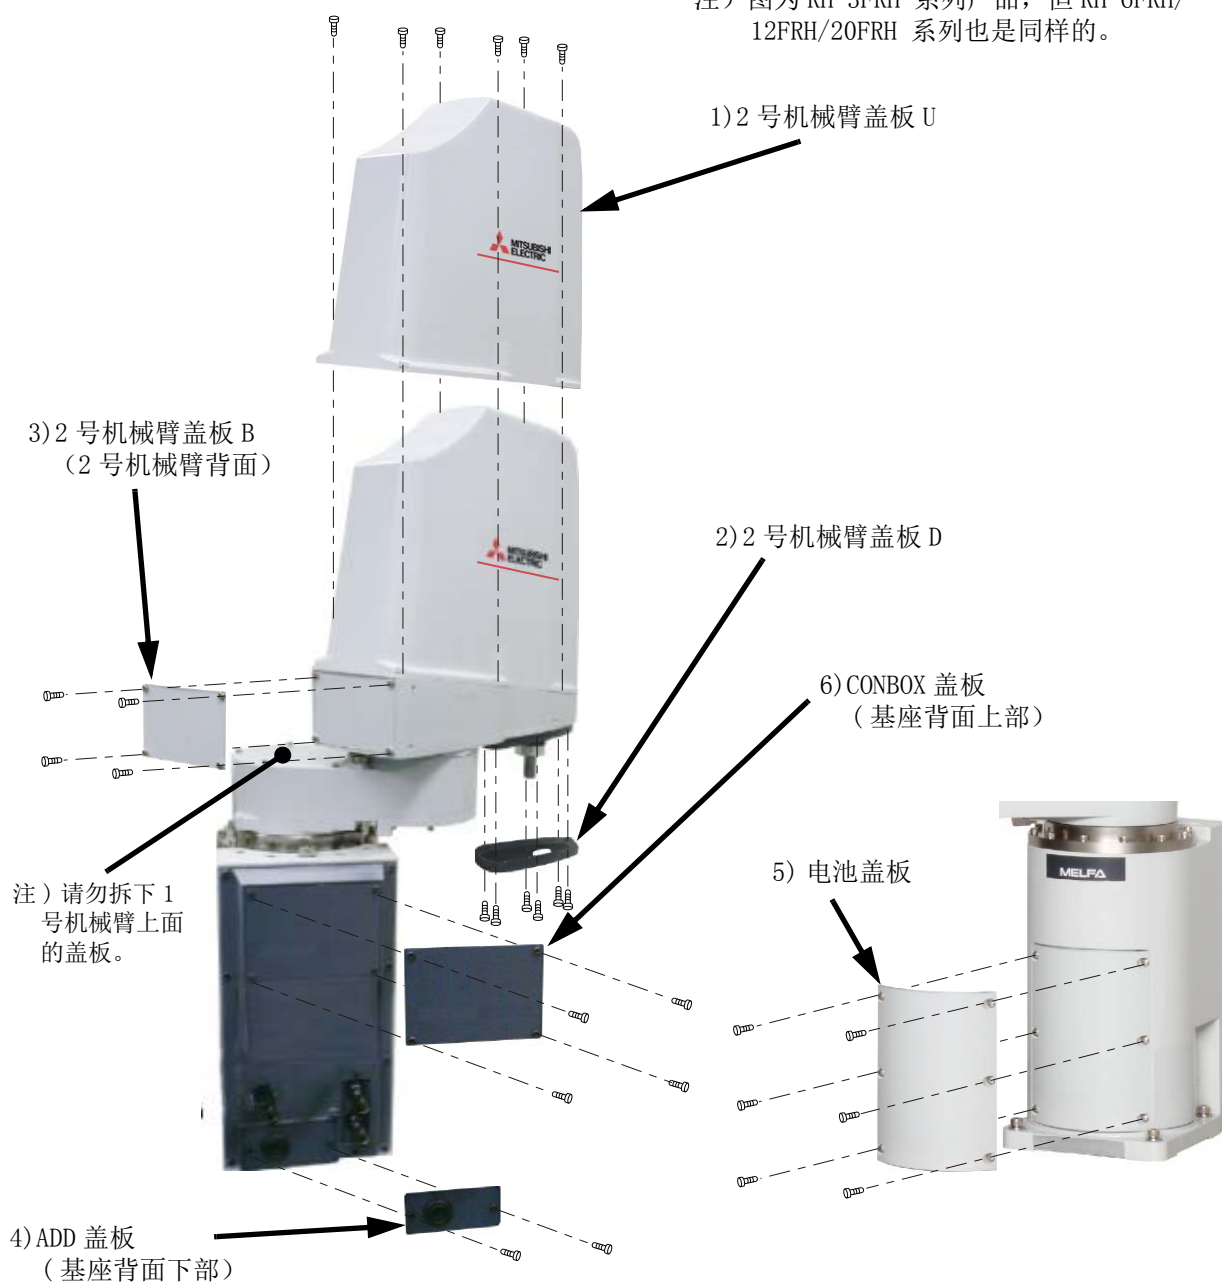

图 5-4: 盖板的拆装方法 (RH-3FRH/6FRH/12FRH/20FRH 系列)
- (1) 参阅图 5-4 卸下盖板。
- (2) 表 5-4 中所示为盖板的名称和安装螺丝的一览。表 5-4 的编号与图 5-4 对应。
- (3) 维护点检后安装盖板时，应按卸下时相反的顺序进行安装。应以表 5-4 所示的力矩拧紧安装螺栓。